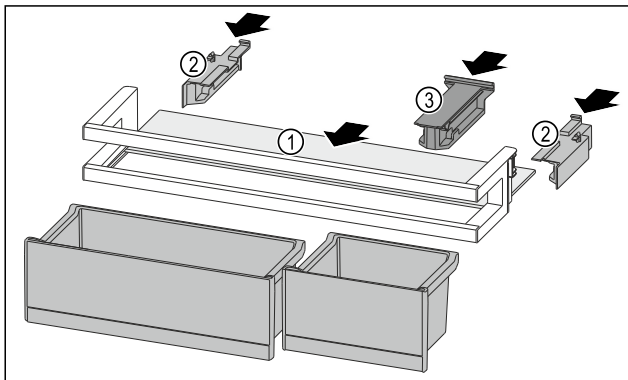

Fig. 95
- ▶ Inserire il ripiano Fig. 95 (1) negli incavi laterali.
- ▶ Inserire gli elementi laterali Fig. 95 (2).
- ▶ Inserire l'elemento di tenuta Fig. 95 (3).